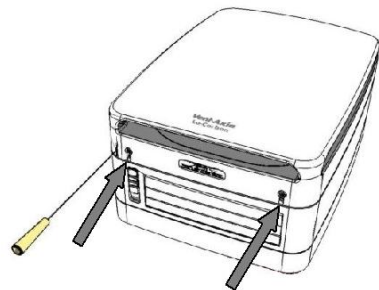

Fig.21
1. Verwijder 2 schroeven en hef de Afdekplaatmontage op (Fig. 21 & 22).